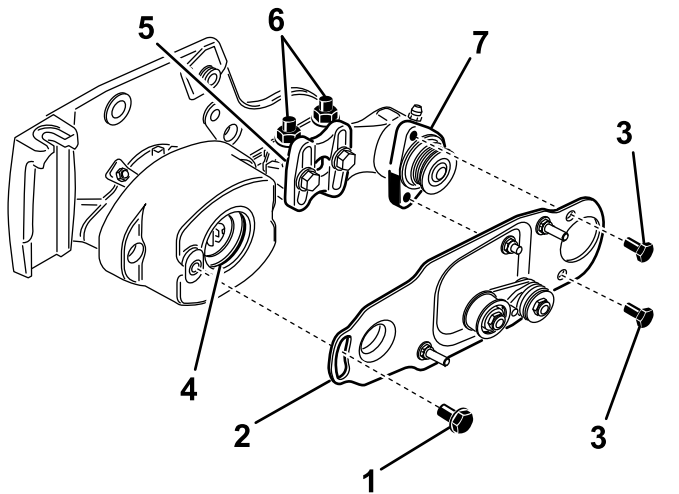

Bild 11
10. Schmieren Sie die Scheibe innen im Lagergehäuse mit Schmiermittel ein (Bild 11).
11. Lösen Sie die Schrauben (nehmen Sie diese jedoch nicht ab), mit denen das Lagergehäuse der Rollenbürste an den Befestigungshalterungen der Rollenbürste montiert ist (Bild 11).
12. Bauen Sie die Schwenkplatte der Rollenbürste ein (Bild 11). Stellen Sie sicher, dass die Scheibe richtig im Gehäuse sitzt, wenn der Vorsprung an der Schwenkplatte in die Scheibe im Lagergehäuse eingesetzt wird.
13. Schmieren Sie die zwei Schrauben (5/16 x 5/8") mit 242-Loctite (blau) ein und montieren Sie die Bürstenplatte am Lagergehäuse der Rollenbürste mit diesen Schrauben (Bild 11). Ziehen Sie die Schrauben mit 20-25 N·m an.
- Lösen Sie die zwei Bundsicherungsmuttern, mit denen die Befestigungshalterung der Rollenbürste an der Seitenplatte der Schneideinheit befestigt ist (Bild 11).
mit der Seitenplatte der Schneideinheit parallel ist (Bild 11).
- Ziehen Sie die zwei Bundsicherungsmuttern fest, mit denen die Befestigungshalterung der Rollenbürste an der Seitenplatte der Schneideinheit befestigt ist (Bild 11).
18. Schmieren Sie die Ansatzschraube mit 242-Loctite (blau) ein (Bild 11). Befestigen Sie die Bürstenplatte mit der Ansatzschraube am Rollenbürstengehäuse. (Bild 11). Ziehen Sie die Schraube mit 20-25 N·m an.